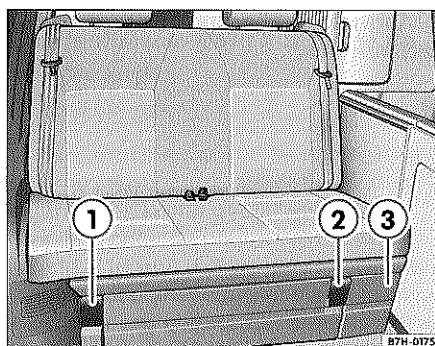

Fig. 17 Mandos del asiento cama
- Levante la palanca ⇒ página 30, fig. 17 ① completamente.
- Levante la palanca ⇒ página 30, fig. 17 ① hacia arriba, completamente, y sujétela mientras extrae el destornillador del orificio del asiento cama.
- Para desplazar, desmontar o montar el asiento cama procure que el vehículo se halle detenido sobre un terreno llano y no en una pendiente pronunciada. En caso de pendiente pronunciada, el asiento podría desplazarse por sí mismo en cuanto se accionase la manilla ⇒ página 30, fig. 17 ①, con el consiguiente peligro de provocar lesiones.